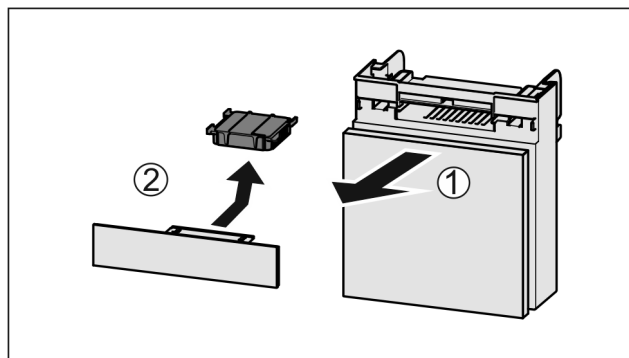

Fig. 86
- ▶ Predal izvlecite Fig. 86 (1) naprej.
- ▶ Odstranite Fig. 86 (2) aktivni ogljeni filter.